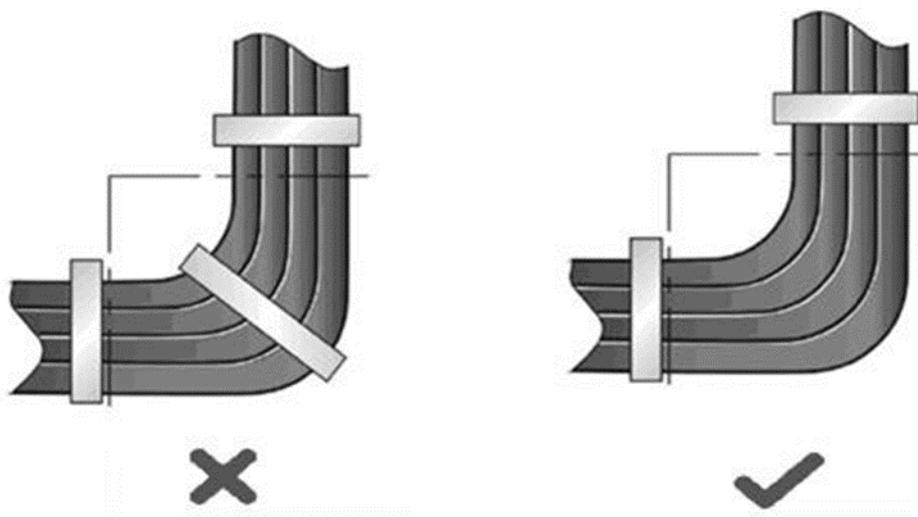

Рисунок 11. Стяжка проводов(3)
- Когда вам требуется согнуть кабели, первым делом стяните их. Не сгибайте кабель на месте стяжки. В противном случае, большая нагрузка ложится на кабели и их сердечники могут порваться. Как показано на Рисунок 11.